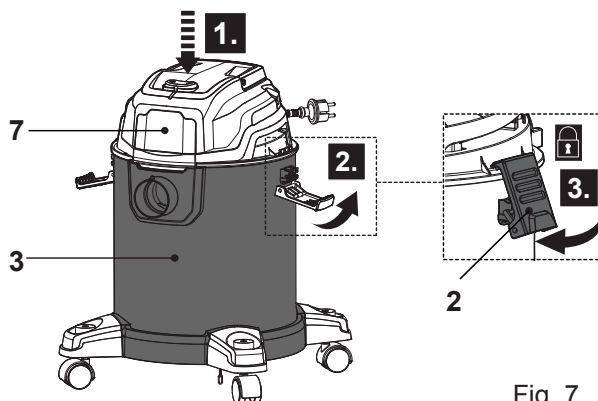

Fig. 7
- > Coloque a unidade do motor (7) com o filtro do cartucho (18) no depósito (3) e segure-a com os fechos de plástico (2) (Fig. 7). Certifique-se de que a unidade do motor assenta bem no depósito e que a ligação está bem selada.